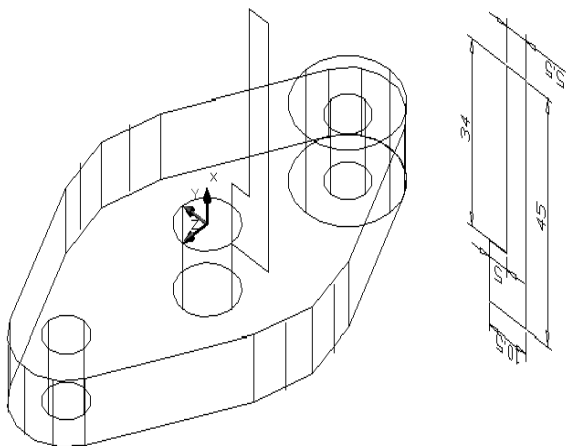

图 7-80
(14)打开“极轴”捕捉方式，单击【绘图】工具栏上的 $\rightarrow$ 按钮，以坐标原点作为多段线的基点向“Y”负向偏移“7”的地方作为多段线的起点，再向“Y”负向偏移“10.5”作为多段线的第二点，再沿“X”轴正向偏移“45”的地方作为多段线的第三点，其它尺寸如图 7-80 右边所示：
(15)单击【绘图】工具栏上的 $\square$ 按钮，为绘制好的多段线创建一个面域。如图 7-80 所示：